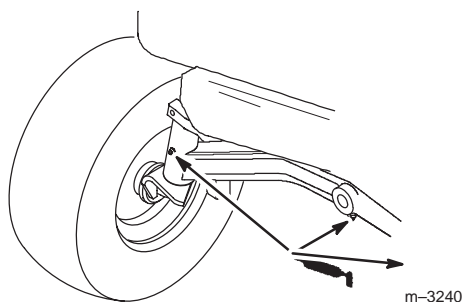

Figure 36
1. Graissez les fusées gauche et droite jusqu'à ce que la graisse commence à sortir des roulements (Fig. 36).
2. Graissez le pivot d'essieu avant (Fig. 36).